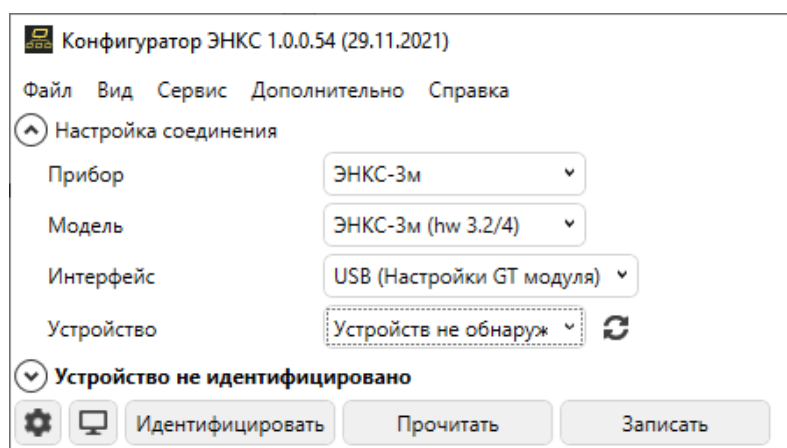

Рисунок 4.4. Окно настроек подключения по USB
3) USB (подключение через USB) (рис. 4.4).